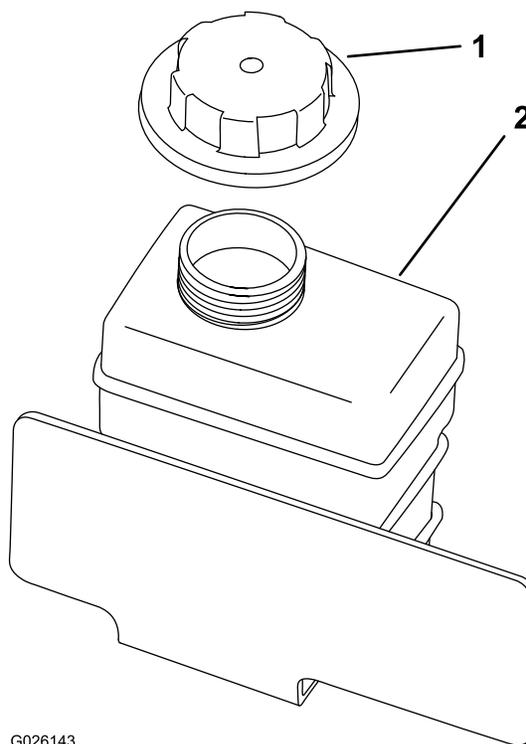

Figure 55
8. Remplissez lentement le vase d'expansion jusqu'à ce que le niveau atteigne la base du goulot de remplissage (Figure 55).
9. Remettez en place le bouchon du vase d'expansion (Figure 55).